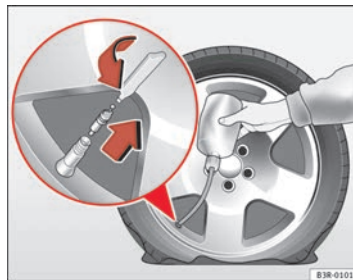

Abb.185 Reparatur durchführen
- Die Reifenventilkappe abnehmen und den Ventileinsatz mit dem beiliegenden Werkzeug herausrauben → Seite 264, Abb. 185.